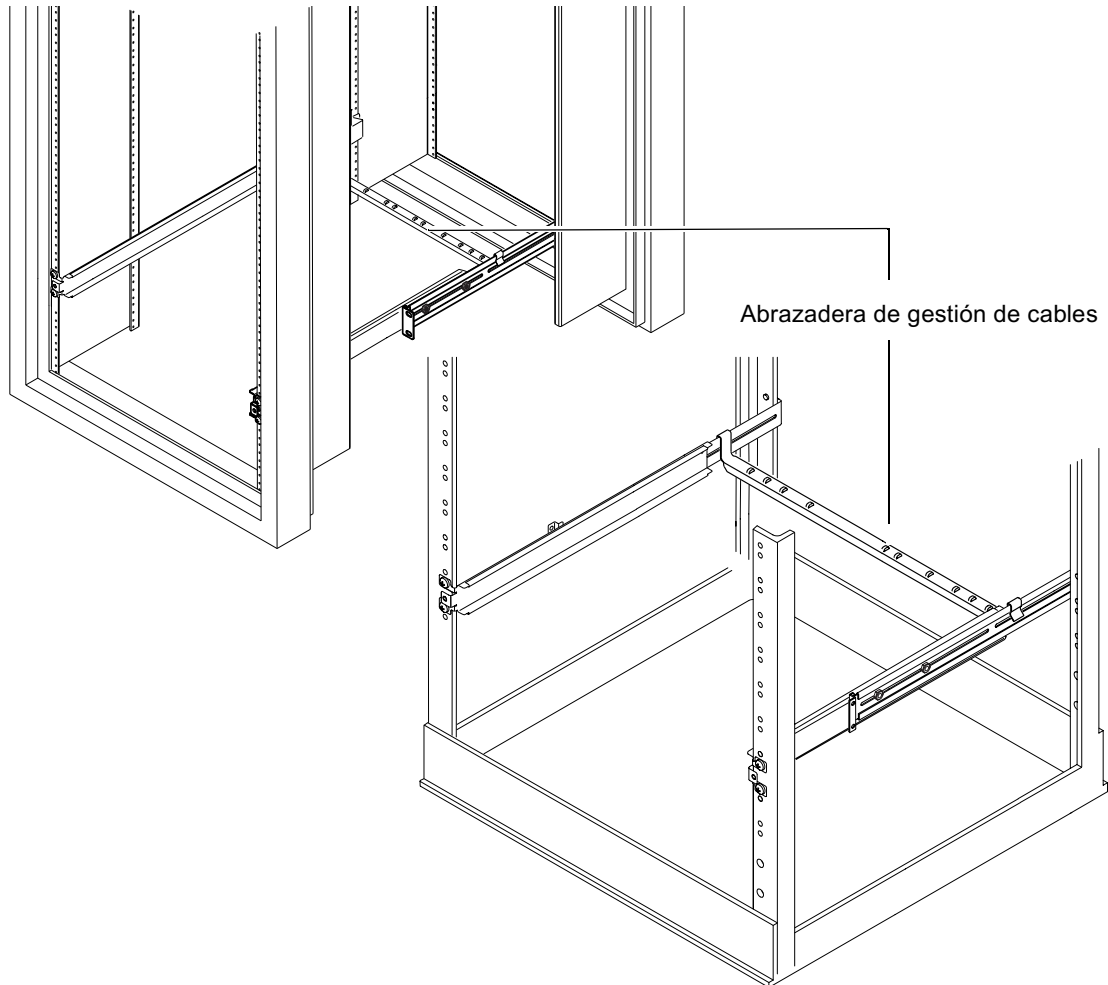

FIGURA 5-9 Instalación de la abrazadera de gestión de cables en un bastidor Sun StorEdge o estándar de 19 pulgadas
- Enganche la abrazadera en los rieles de montaje de la parte posterior del servidor (consulte la FIGURA 5-9).